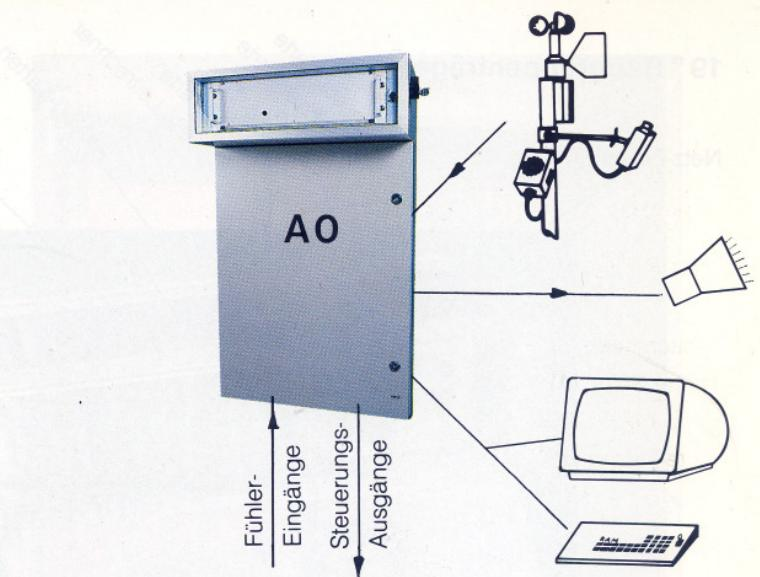

Bild 2 Leitrechner 600.040 im Wandaufbaugehäuse
- 6** Wenn nur ein Rechner erforderlich ist (Bild 2), weil es sich um eine kleine Anlage handelt oder vorerst um die erste Ausbaustufe, dann ist dieser Computer Leitrechner.